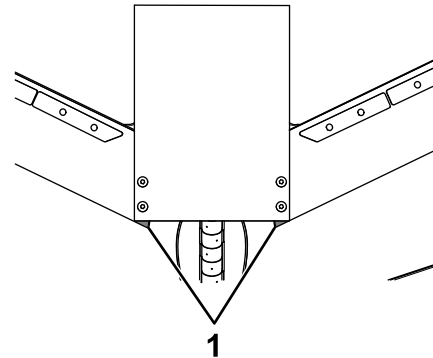

Figura 8
12. Recorte las esquinas interiores de las 2 secciones de banda para que queden enrasadas con el borde inferior de la banda central (Figura 8).